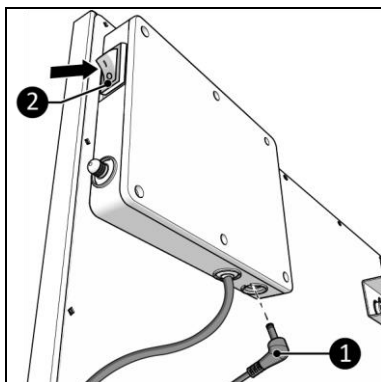

Figura 14
1. Asigurați-vă că întrerupătorul ON/OFF (PORNIT/OPRIT) se află în poziția OFF (OPRIT) (Figura 14, poz. 2).
2. Cuplați conectorul senzorului de temperatură (Figura 14, poza 1) la mufa senzorului.